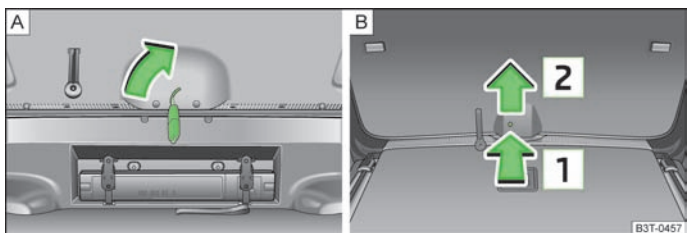

Fig. 21 Descuierea de urgență a capotei portbagajului
- Introduceți cheia în fanta din capitonaj, până la capăt » fig. 21 - A.
- Introduceți în orificiul din capitonaj o șurubelniță sau o altă unealtă asemănătoare, în sensul indicat de săgeată  » fig. 21, până la capăt.
- Descuiați capota în sensul săgeții  » fig. 21, în sus.